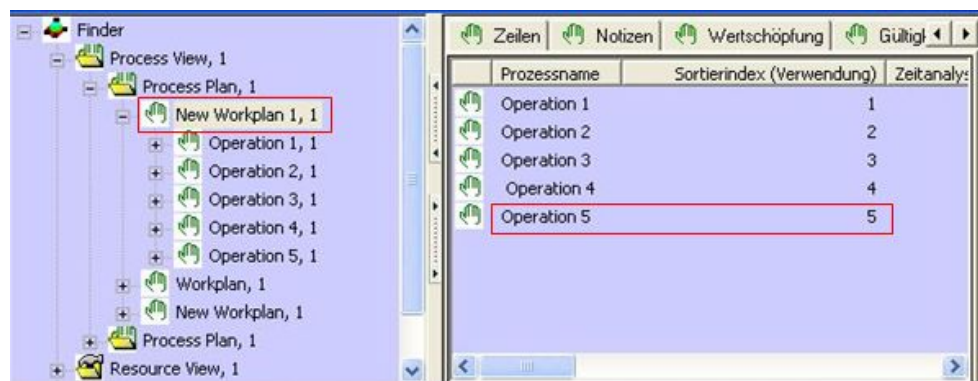

Abbildung 83: Verknüpfung zwischen New Workplan1 und Operation5
- ⇒ In diesem Beispiel ist eine Verknüpfung zwischen dem Elternknoten *New Workplan1* und *Operation5* erzeugt worden. Siehe hierzu Abbildung 83.